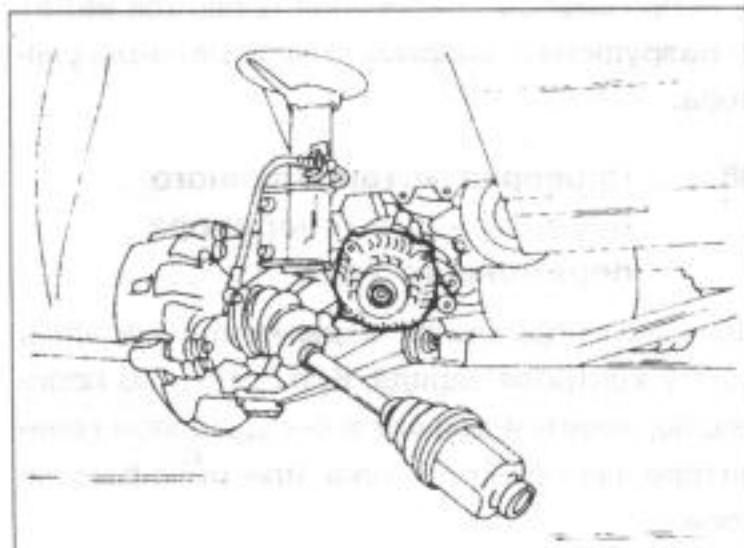

Рис.245.
- Гайки натяжного ролика для клиноременного привода удалить и снять ремень. Освободить болты и снять генератор с нижней стороны автомобиля. На рис.245 показано, как можно получить доступ к бесщеточному генератору.